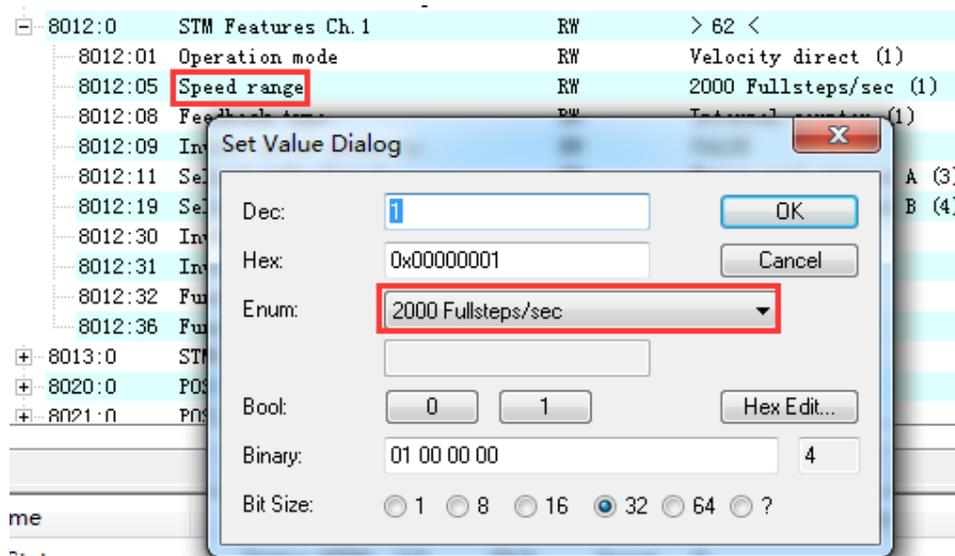

图 3-5
5、该参数可以人为进行设置，此案例中将 8012:05 设置成为 2000（如图 3-5）。